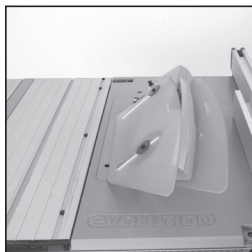

Fig. 9
- Una volta accertato che il paralama funziona per l'intera area di regolazione in altezza, è necessario controllare se la protezione funziona in modo altrettanto corretto quando la lama di taglio si trova ad un determinato angolo di inclinazione (**Fig. 9**).